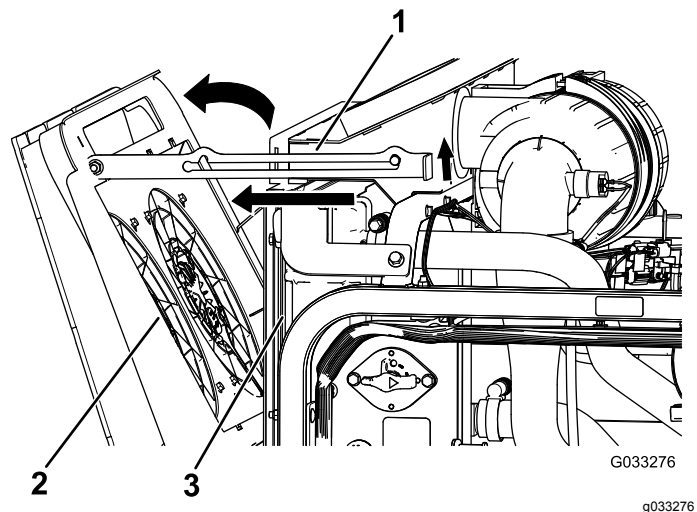

Figura 107
2. Gire los ventiladores de refrigeración del motor hacia atrás respecto al radiador, y enganche la varilla de sujeción en la muesca (Figura 107).